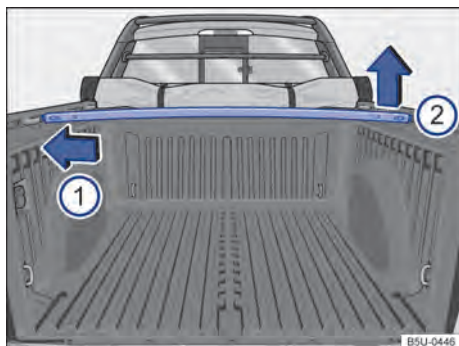

Fig. 54 Travessas no compartimento de carga: remover e instalar.
- Para remover, pressionar a travessa do lado esquerdo no sentido da seta → Fig. 54  e retirar a travessa do alojamento pelo lado direito .